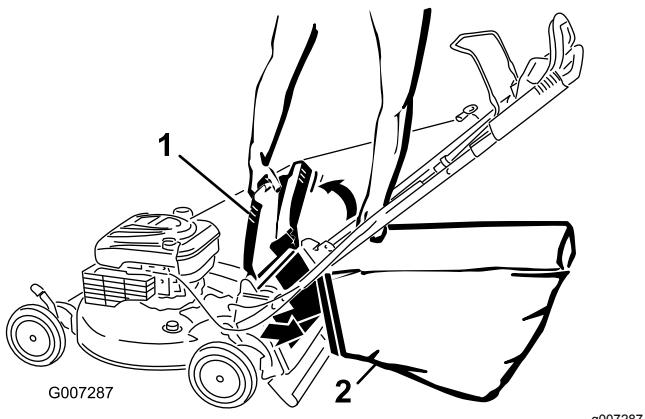

Bild 24
4. Hängen Sie die obere, vordere Kante des Fangkorbs an den Kerben ein (**Bild 24**).